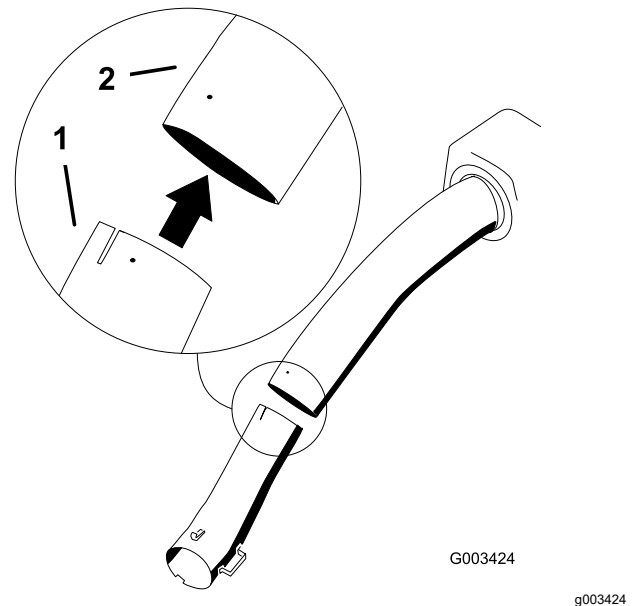

Figura 34
5. Instale el tubo inferior en el tubo superior (Figura 34).